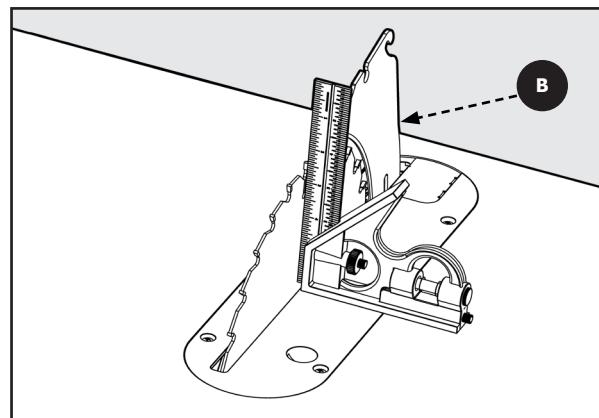

Figure 40
- Alignement vertical :** Placez une carré combiné sur la table contre la face de la lame et assurez-vous qu'elle s'étende le long du couteau diviseur **B**, comme le montre la Figure 40. Le couteau diviseur et la lame **DOIVENT** toucher l'équerre de menuisier en continu. Assurez-vous que le bord droit passe entre les dents et repose sur la face de la lame et le couteau diviseur pour un alignement correct.